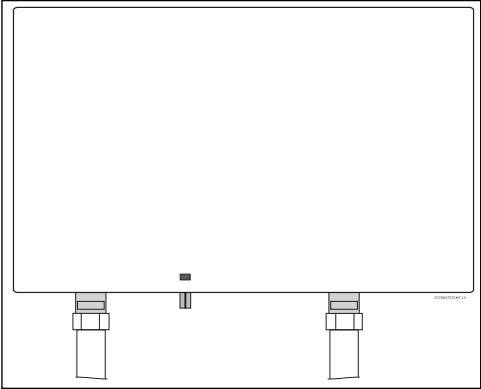

Fig. 5 Montage en position verticale
- Le chauffe-eau ne peut être installé que conformément à l'orientation présentée Fig. 5 i.e., c'est-à-dire, en position verticale avec les raccords d'eau en bas. **Le chauffe-eau ne peut en aucun cas être installé d'une autre manière.**